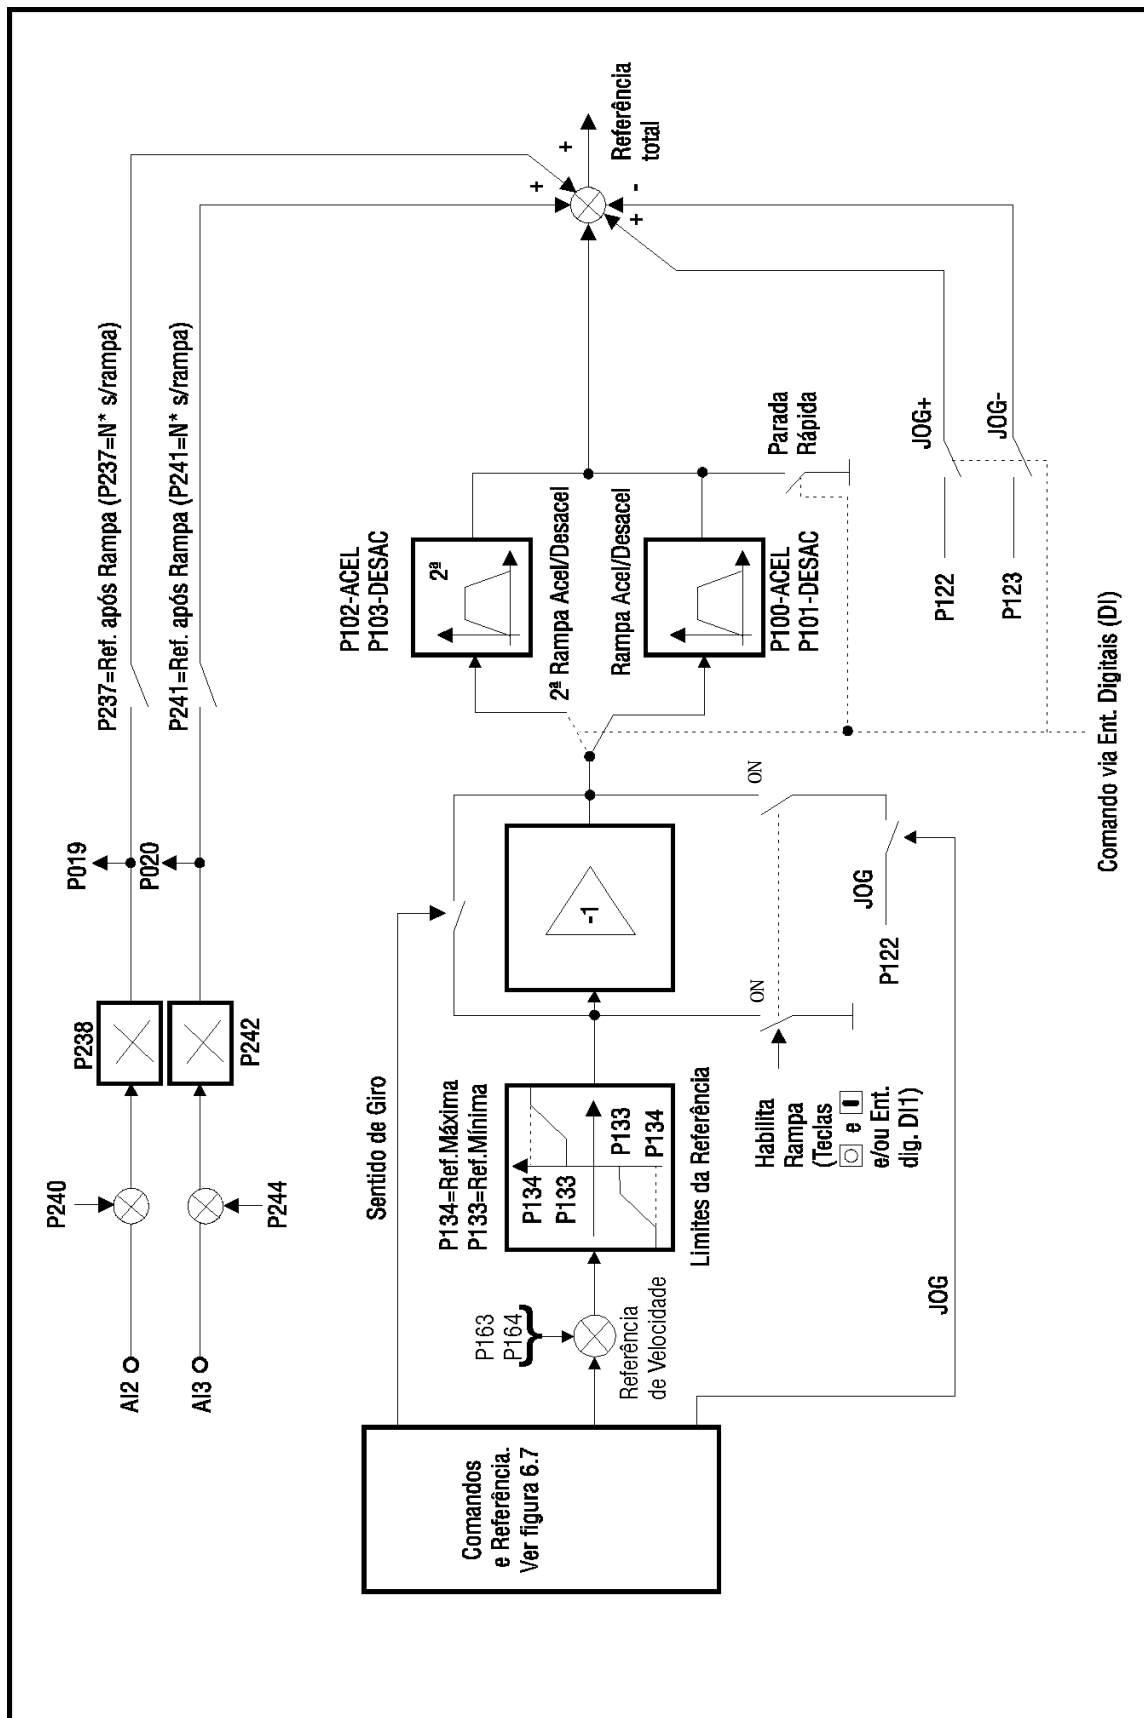

Figura 6.8 - Blocodiagrama da referência de Velocidade
- Quando é selecionada a opção P221/P222, AI2 e/ou AI3 podem fornecer a referência (se ajustado em P221/P222), sujeita aos limites da referência (P133, P134) e a ação das rampas (P100...P103). Ver figura 6.8.
- A opção "N* sem Rampa" é usada geralmente como um sinal de Controle adicional, por exemplo em aplicações usando balancim. Ver figura 6.8.